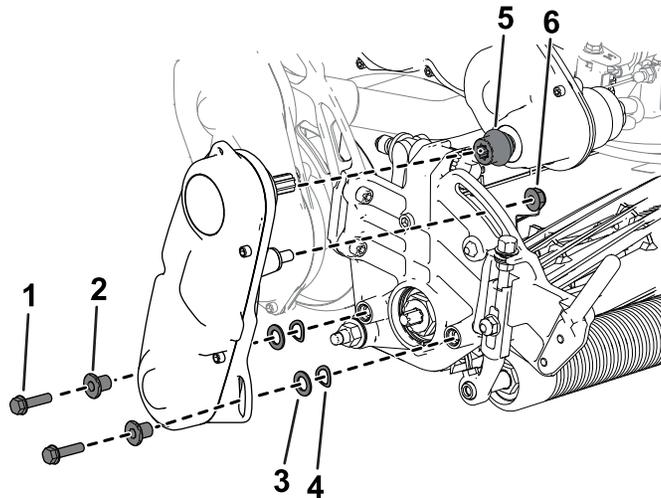

図 46
6. 先ほど外したソケットヘッドねじ、ワッシャ、スペーサを使ってリール駆動アセンブリをサイドプレートに元通りに取り付ける 図 46。
リール駆動アセンブリの駆動シャフトをトランスミッションの駆動シャフトのカップラに忘れずに取り付ける 図 46。